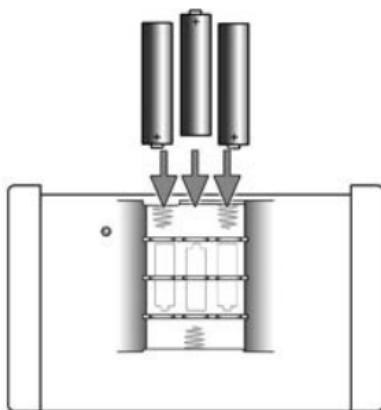

Figure 4
- Installez les trois piles AAA. Veillez à respecter la polarité. (fig. 4)